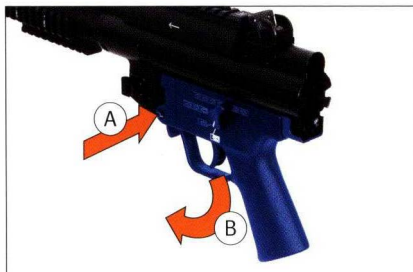

Abb. 50: Griffstück entnehmen
7. Haltebolzen für Griffstück eindrücken und herausziehen (Abb. 50).
8. Griffstück nach unten entnehmen (Abb. 50).